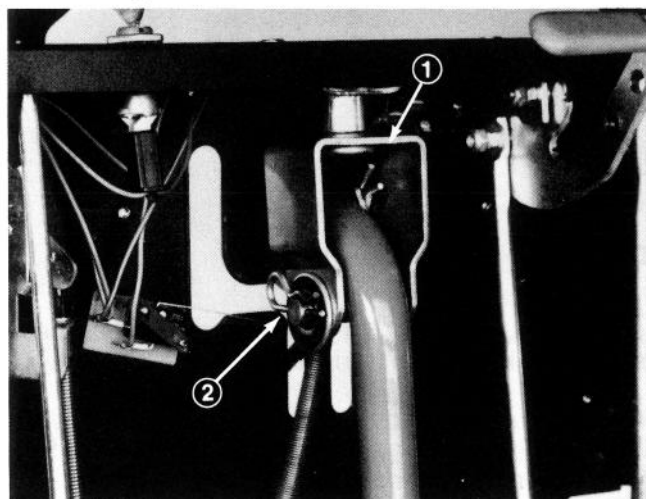

Fig. 36
2. Adskil den bagerste del af gearskiftet fra det U-formede beslag ved at fjerne hårnålssplit, spændeskive og låsebolt (Fig. 36). Flyt kontrollen fra beslaget.
3. Hvis sneslyngen ikke kan komme ud af gear, drej da det U-formede beslag (Fig. 36) indad en halv omdrejning.
4. Påmonter den bagerste del af gearskiftet til det U-formede beslag ved hjælp af låsebolt, spændeskive og hårnålssplit (Fig. 36). Låsebolts hoved skal vende mod højre.